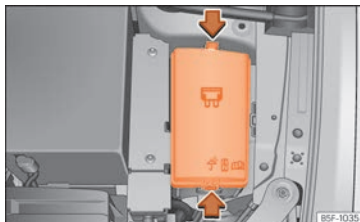

Fig. 107 Dans le compartiment moteur : cache du boîtier de fusibles.
- Appuyez sur les languettes de verrouillage pour déverrouiller le cache de la boîte à fusibles » fig. 107.